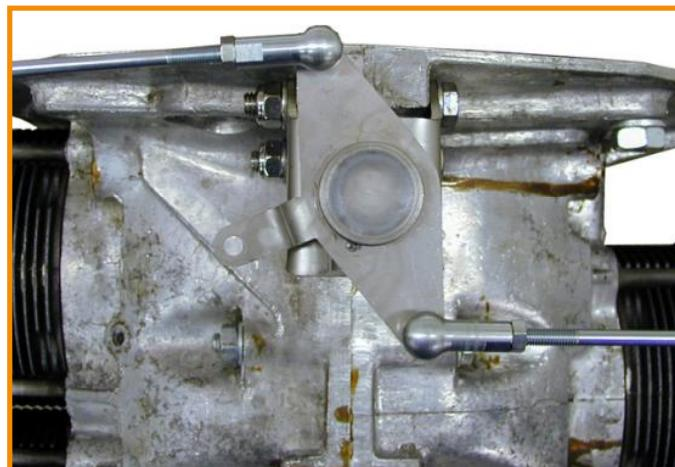

Fig. 6
**NOTE:** The push rods need to adjusted to proper length. When carbs are in half throttle the center mount lever needs to be aligned with the case joint. (Fig.6+7)
**ANMERKUNG:** Um einen gleichmäßigen Lauf des Gasgestänges zu gewährleisten ist es notwendig, die Schubstangen so einzustellen, dass der Dreiarmschubstock am Drehbock in Ausgangsstellung (Leerlauf) (Fig.6) und Endstellung (Volllast) (Fig.7) im gleichen Winkel zur Mittellinie des Motorblockes steht.